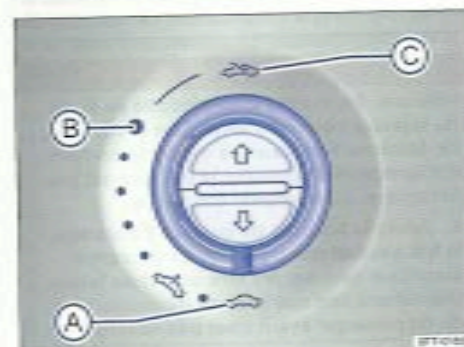

Fig. 36 Dans le ciel de pavillon : tournez la commande d'ouverture et de fermeture
Pour relever le toit ouvrant panoramique à commande électrique, il faut que la commande rotative se trouve en position → fig. 36 (A).
→ fig. 36